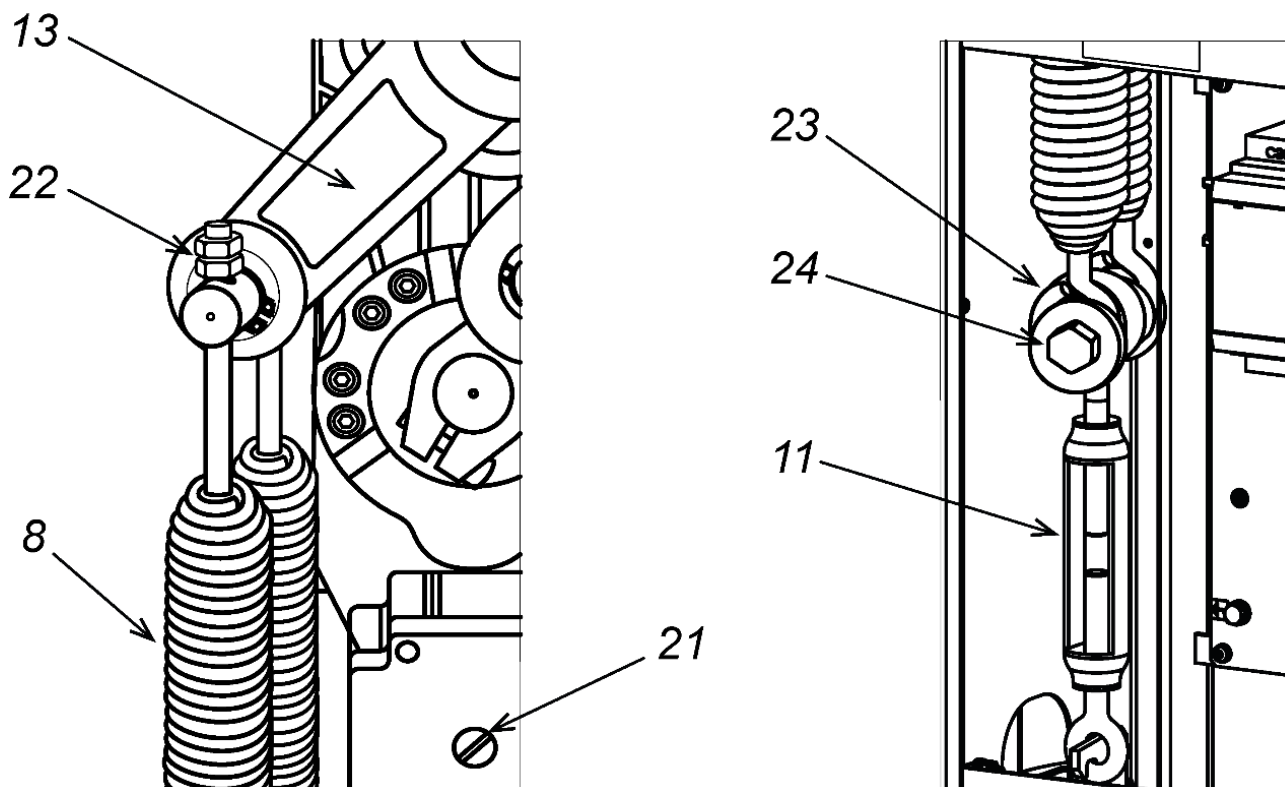

Рисунок 18. Установка балансировочных пружин
Переведите кронштейн крепления стрелы в горизонтальное положение, для чего шлицевой отвёрткой вращайте винт (ручку) разблокировки привода (21) по часовой стрелке до упора (см. рис. 18).
1. Снимите дверцу (2), открыв замок ключом.
2. На приводе стрелы переведите рычаг (13) в нижнее положение (см. рис. 18).
- Также регулировать натяжение пружин можно при помощи гаек (22) на верхних шпильках пружин (см. рис. 18), при этом над гайками у обеих пружин должно быть примерно одинаковое количество витков резьбы, но не менее 3-5 витков.